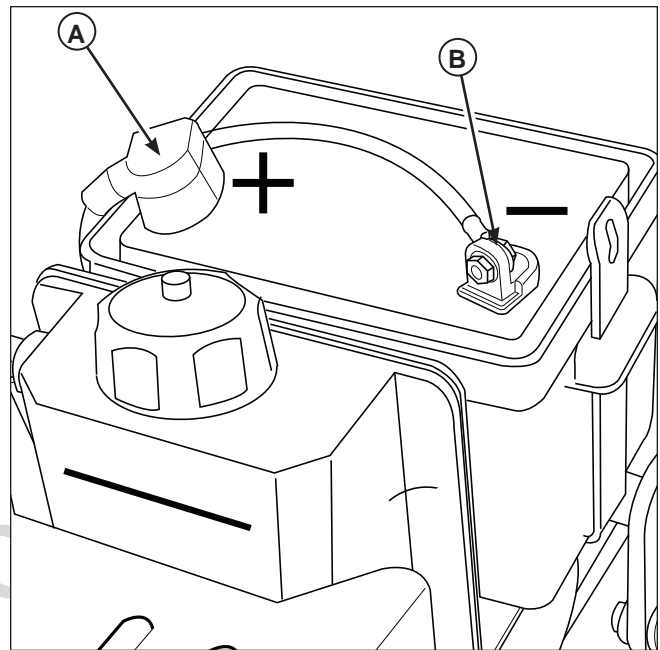

Figura 11. Compartimiento de la batería
1. Desconecte los cables de la batería, primero el cable negativo (B, figura 11).
3. Vuelva a instalar la batería y a conectar los cables de ésta, primero el cable positivo (A).